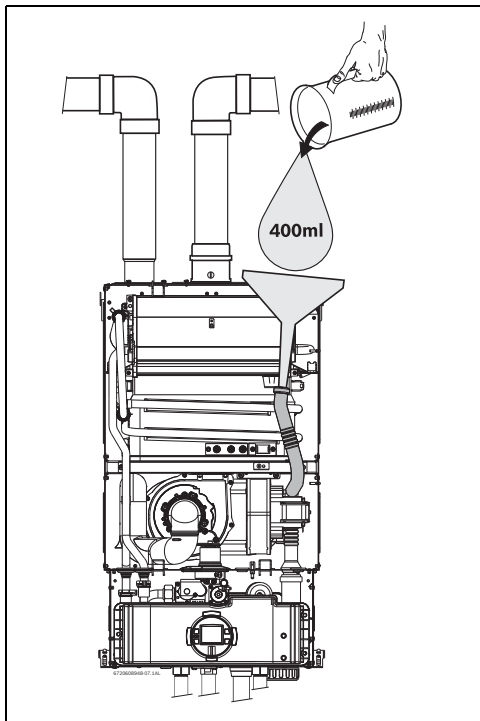

Fig. 32 Llenado del depósito de agua después de la instalación
- Llenar el depósito de aguas condensadas con aproximadamente 400 ml de agua, a través del tubo de condensados. Para evitar daños en el aparato utilice un embudo en la extremidad del tubo, consultar (Fig. 32).